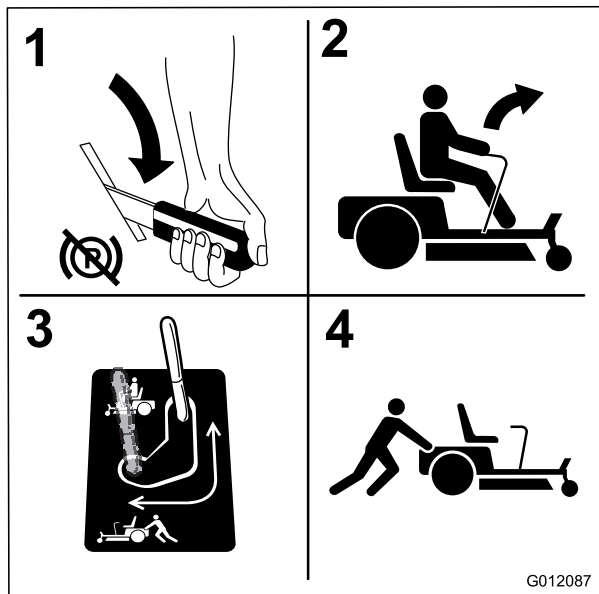

Figure 31
4. Déplacez les leviers de dérivation en arrière, puis abaissez-les pour les bloquer en place comme illustré à la Figure 31 et désengager les moteurs de roues. Répétez cette procédure de chaque côté de la machine.
Placez la dérivation à la position voulue pour utiliser la machine (Figure 31) et engager les moteurs des roues.